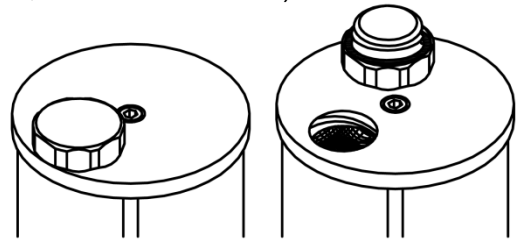

Abb. 10: Behälter 0.8 Liter mit Drehdeckel
- Behälter 0.8 Liter : Drehdeckel (Grobgewinde und O-Ring-Abdichtung) öffnen und Deckel auf oberem Flansch ablegen (Abb. 10, Schutz vor Verlust)